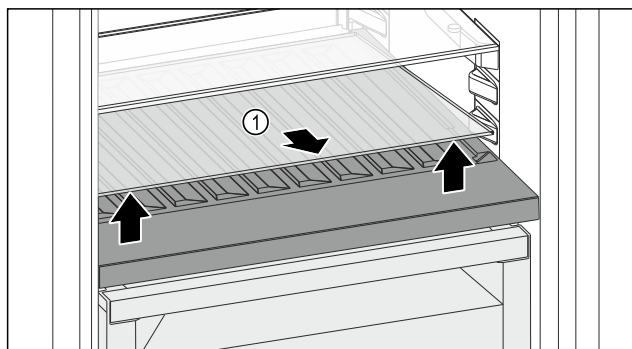

Fig. 110
- ▶ Skleněnou desku Fig. 110 (1) zvedněte za vybrání vpředu a vyjměte ji.
- ▶ Skleněnou desku Fig. 110 (1) uložte bezpečně mimo spotřebič.